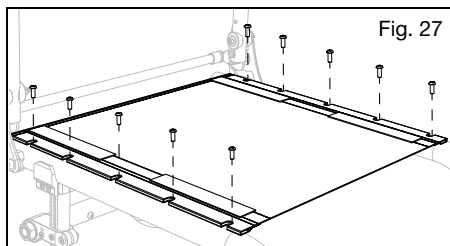

Fig. 27
2. Løsne skruene (fig. 27) på samme side av setetrekket som klaffen for justering av strammingen befinner seg.
1. Fjern stjernehodeskruene på 5 mm (fig. 27) fra seteskinnene på hver side av rammen, og legg de til siden.
5. Sett inn de 5 mm stjernehodeskruene igjen (fig. 27) ved å skru dem delvis inn. Så snart alle skruene er satt delvis inn, går du tilbake og strammer alle.